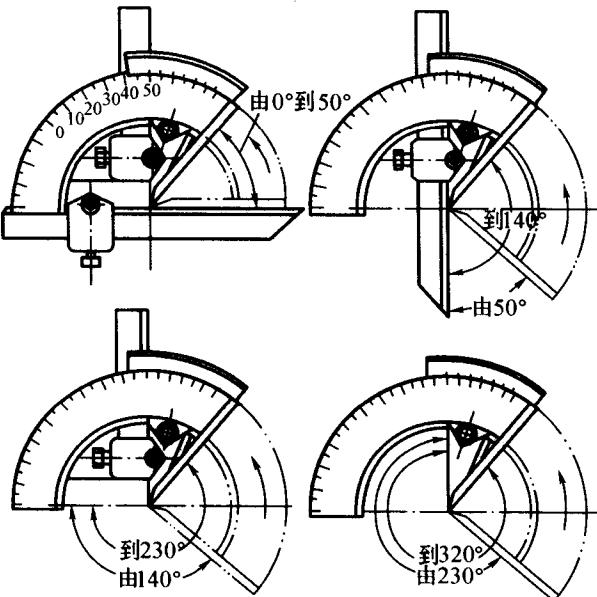

图 1-6 万能游标角度尺测量范围
(4) 万能游标角度尺的测量范围 在万能游标角度尺的结构中由于直尺和90°角尺可以移动和拆换,因此万能游标角度尺可以测量 $0^\circ \sim 320^\circ$ 的任何角度,如图1-6所示。
(5) 注意事项
① 使用前,检查角度尺的零位是否对齐。
② 测量时,应使角度尺的两个测量面与被测件表面在全长上保持良好的接触,然后拧紧制动器上螺母进行读数。
③ 测量角度在 $0^\circ \sim 50^\circ$ 范围内,应装上角尺和直尺。
④ 测量角度在 $50^\circ \sim 140^\circ$ 范围内,应装上直尺。
⑤ 测量角度在 $140^\circ \sim 230^\circ$ 范围内,应装上角尺。
⑥ 测量角度在 $230^\circ \sim 320^\circ$ 范围内,不装角尺和直尺。